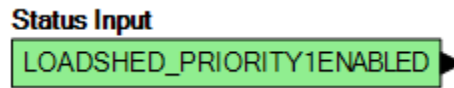

Abbildung 15-7. Logikeingang Priorität 1 Last aktiviert
Wenn verfügbare Generatoren online geschaltet werden, erhöht sich die Online-kW-Kapazität. Wenn die Online-kW-Kapazität für die Dauer der Add-Verzögerung größer wird als die Summe aus dem Load-kW-Wert einer Lastprioritätsstufe, dem Add-Reserve-Wert und allen aktivierten Add-Reserve-Bias-Werten, wird der entsprechende Logikeingang (Abbildung 15-7) TRUE nachdem die Last-Hinzufügen-Verzögerung abgelaufen ist. Der TRUE-Eingang kann mit einem Ausgang verknüpft werden, der wiederum den Leistungsschalter für die entsprechende Last schließen und diese so dem System hinzufügen kann. Lasten mit niedrigeren Lastprioritätsnummern werden zuerst hinzugefügt, beginnend bei eins (1). Eine Lastpriorität mit der Zahl Null (0) wird deaktiviert und von den Funktionen zum Hinzufügen/Abwerfen von Lasten ausgeschlossen.